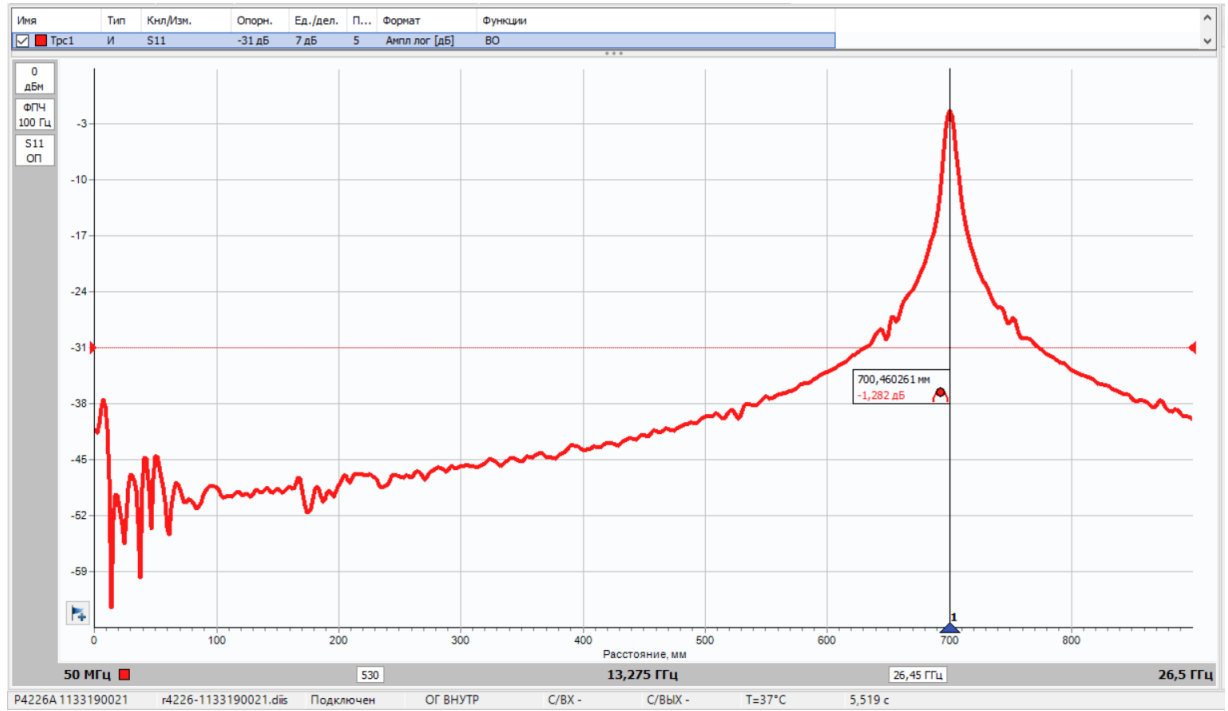

Рисунок 11. Результат отображения измерения расстояния до обрыва во временной области.
- В результате маркер займёт положение соответствующее повреждению или концу кабельной сборки. Значение, отображаемое на маркере, будет соответствовать расстоянию до разрыва кабельной сборки (рис.11).